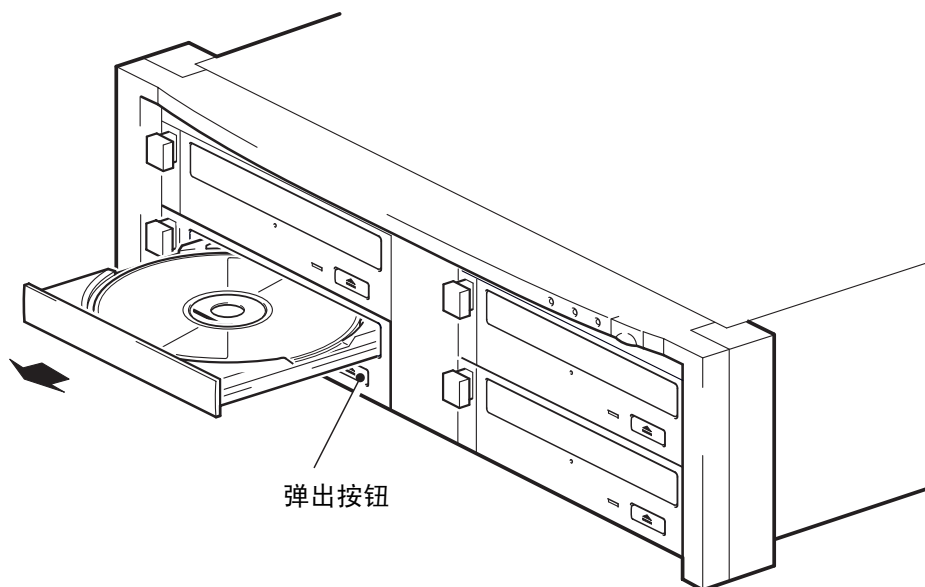

图 4b: 取出盘
- 2 按下弹出按钮，如图 4b 所示。装盘托架就会滑出。（这可能需要几秒钟）。